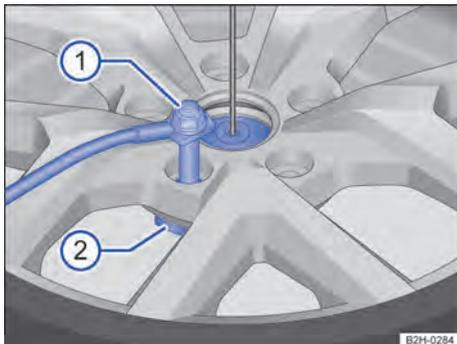

Fig. 198 Roda sobressalente ou roda de emergência: soltar o parafuso de segurança.
- Desparafusar o parafuso de segurança com a chave de roda no sentido anti-horário do suporte do aro → Fig. 198 ①.